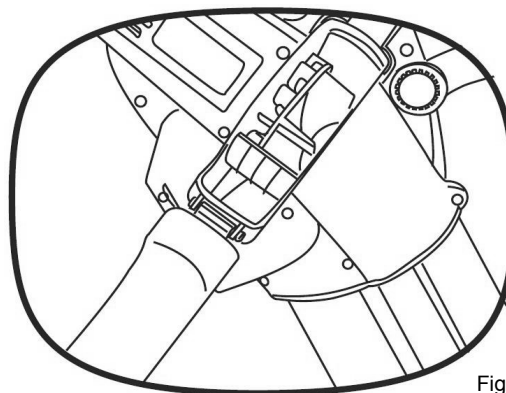

Fig. 11
3. Desatornille el interruptor de acceso del impulsor girando hacia la derecha, hasta que se abra la cubierta del impulsor. Vea la Fig. 11